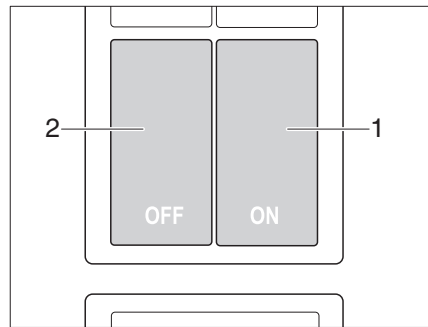

Bild 127 Schalter für Zentralverriegelung der Küchenbedienzeile
Die Küchenbedienzeile ist mit einer Zentralverriegelung ausgestattet. Die Klappen und Schubfächer des Küchenblocks lassen sich über den Schalter (Bild 127) manuell verriegeln und entriegeln.
- Verriegeln* ■ Schalter ON (Bild 127,1) drücken. Klappen und Schubfächer des Küchenblocks sind verriegelt.
- Entriegeln* ■ Schalter OFF (Bild 127,2) drücken. Klappen und Schubfächer des Küchenblocks sind entriegelt.